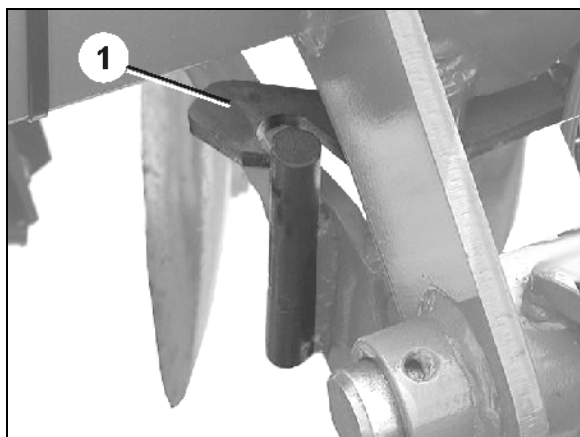

Bild 27
- Lås båda tallriksraderna på båda sidor med hjälp av säkringshakar (Bild 27/1) i transportställning.
- Säkringshakar låser upp tallriksraderna (Bild 27/1).